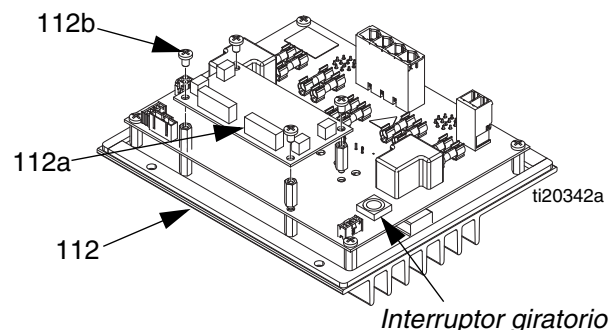

FIG. 48
1. Gire el interruptor rotativo del MZLP con tarjeta secundaria a la posición "1". Gire el interruptor rotativo del MZLP sin tarjeta secundaria a la posición "2" o "3", de acuerdo con su ubicación. Vea la ubicación del interruptor rotativo en la FIG. 48.